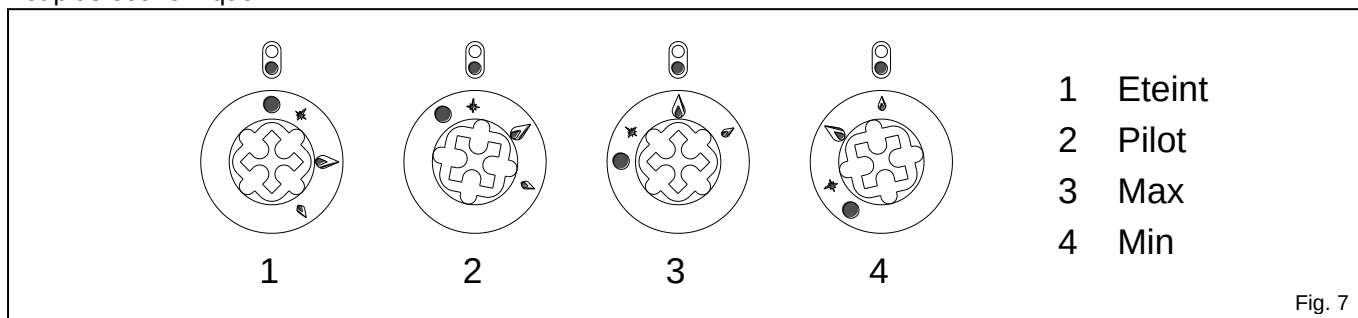

Fig. 7
6.2.1 Allumage des brûleurs (Fig. 7)